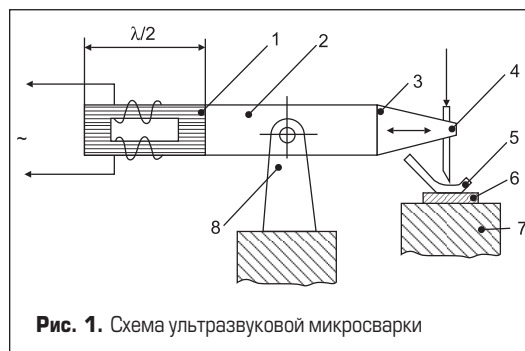

Рис. 1. Схема ультразвуковой микросварки
Наиболее часто применяются продольные колебания частотой 60–66 кГц, вводимые в зону сварки с помощью волноводной системы (рис. 1), состоящей из преобразователя (1), акустического трансформатора (2), концентратора (3). Колебания от рабочего инструмента (4) сообщаются проволочному выводу (5), совмещенному с контактной площадкой (6).